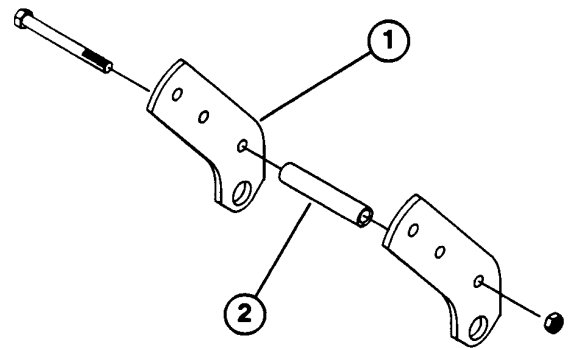

Figure 3
2. Enlever les vis à tête creuse et contre-écrous qui fixent les plaquettes d'articulation arrière aux profilés droit et gauche du châssis du plateau (Fig. 3).